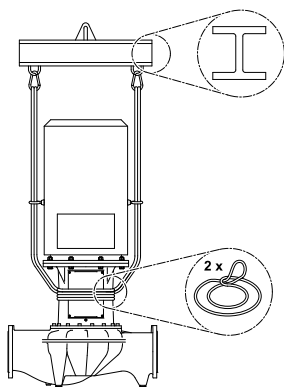

Fig. 32: Umístění úvazových smýček
- Pro zvedání jeřábem musí být čerpadlo podle (Fig. 32/33) opááno vhodnými řemeny. Čerpadlo vložte do smyček, které se utáhnou vlastní tíhou čerpadla.